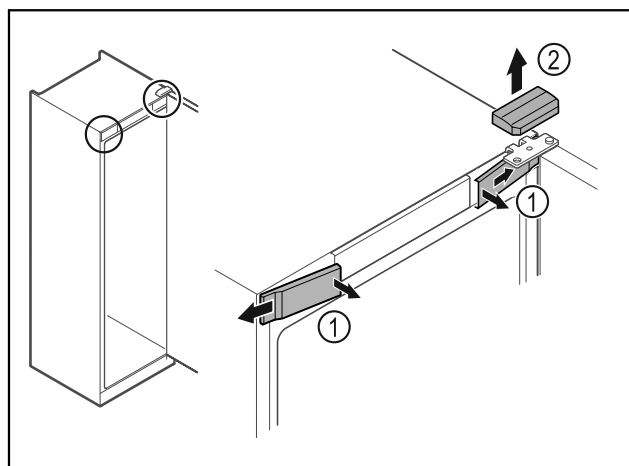

Fig. 8 *
- Desencajar las cubiertas delanteras Fig. 8 (1) del interior y dejarlas a un lado.*
- Retirar hacia arriba la cubierta superior Fig. 8 (2)*